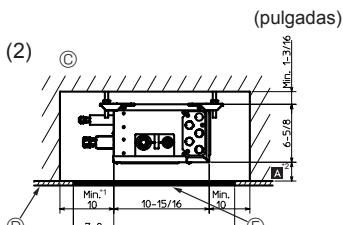
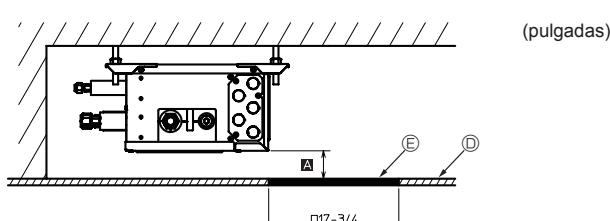

Fig. 4-7
Fig. 4-8
(2) Vista lateral (Fig. 4-7, Fig. 4-8)
En el caso de “ □ 17-3/4 pulg. (450 mm) ”, prepare un orificio de mantenimiento en el lado de la PCB (tal y como se muestra en la Fig. 4-8), y se necesitará “Mín. 11-13/16 pulg. (300 mm)” como distancia Ⓐ.